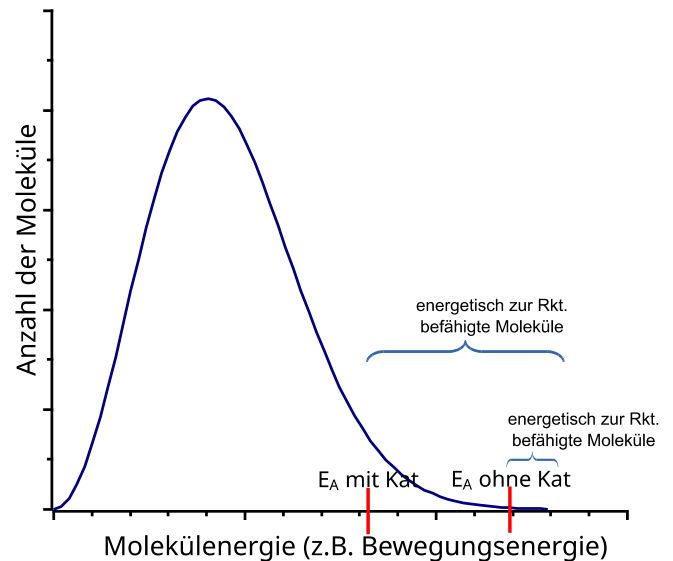

Abb. 2.3: Energieverteilung von Molekülen bei einer bestimmten Temperatur. Q: e. W.
2.4 Warum führt auch eine Erwärmung zu einer Reaktionsbeschleunigung? Begründen Sie anhand Abb. 2.3.